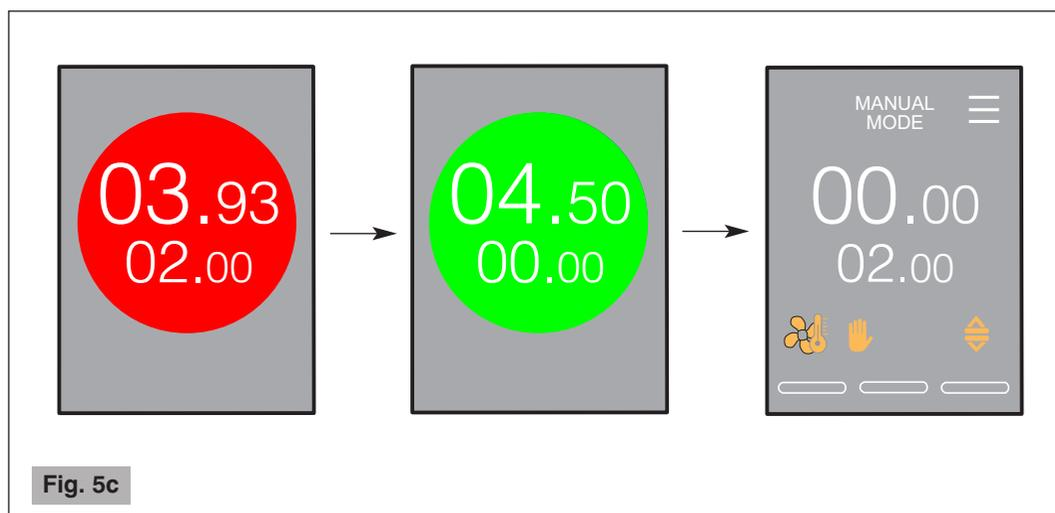

Fig. 5c
- 4** Presionar el pulsador Start (10, Fig. 1) con la copa porta-filtro y mantenerlo presionado durante el tiempo deseado que se muestra en la pantalla dentro de un semáforo rojo (véase Fig. 5c). Una vez que se suelta el pulsador Start, se activa el SweepOut durante el tiempo establecido. Quitar la copa porta-filtro solo tras la aparición del semáforo verde.